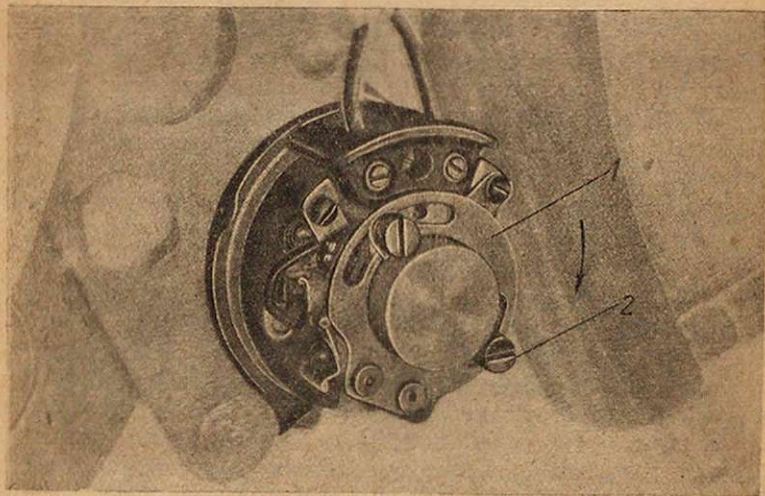

Рис. 31.
Напряжение динамомашин, в зависимости от условий эксплуатации мотоцикла, можно регулировать при помощи 3-й щетки (см. рис. 31). В зимнее время и при частых поездках вечером, т. е. тогда, когда расход электроэнергии на освещение велик, следует увеличить напряжение генератора, а значит и силу зарядного тока, передвинув третью щетку по направлению вращения якоря, т. е. по часовой стрелке, если смотреть со стороны щеткодержателей. Наоборот, летом и при длительных поездках днем по загородным дорогам, когда расход электроэнергии на освещение и сигнал не велик, следует уменьшить силу зарядного тока, передвинув третью щетку против вращения якоря.
2. Отсоединился один из проводов, присоединенных к клеммам генератора III и Я. Необходимо снять крышку генератора и присоединить провода (рис. 31).